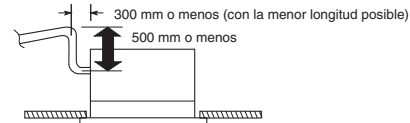

Fig. 3-27
- Si es necesario aumentar la altura del tubo de drenaje, podrá levantarse la sección que está directamente debajo del orificio de conexión en un máximo de 500 mm. No la levante más de 500 mm, porque podrían producirse fugas de agua. (Fig. 3-27)